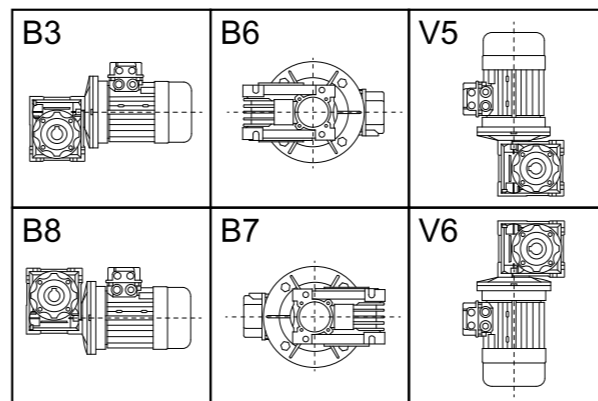

Рисунок 1 – Монтажные позиции
- в зависимости от монтажной позиции (см. рисунок 1) установить отдушину из комплекта поставки в верхнюю точку редуктора вместо пробки;
2. Установить редуктор в монтажную позицию (положение) согласно модификации (см. рисунок 1).